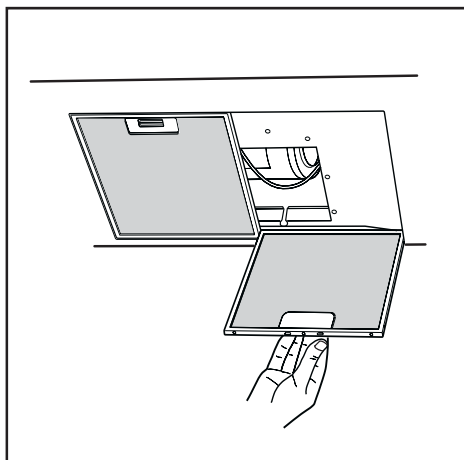

Fig.7
- La distanza minima fra la superficie di supporto dei recipienti di cottura sul dispositivo di cottura e la parte più bassa della cappa da cucina deve essere di almeno 65 cm. Se dovesse essere usato un tubo di connessione composto di due o più parti, la parte superiore deve essere all'esterno di quella inferiore. Non collegare lo scarico della cappa ad un condotto in cui circoli aria calda o utilizzato per evacuare fumi degli apparecchi alimentati da un'energia diversa da quella elettrica. Prima di procedere alle operazioni di montaggio, per una più facile manovrabilità dell'apparecchio disinserire il filtro/antigrasso (Fig.7).
I filtri al carbone attivo devono essere applicati al gruppo aspirante posto all'interno della cappa (Fig.7).